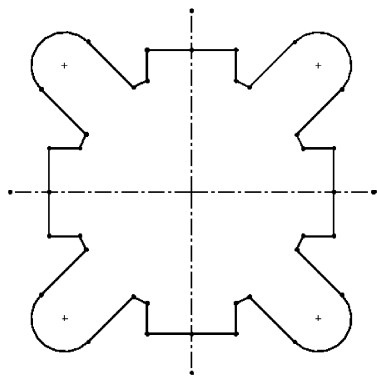

图 2-108 最终生成的气缸体截面草图
9) 保存草图。单击 (退出草图) 按钮, 单击“标准”工具栏中的 (保存) 按钮, 将文件保存为“气缸体截面草图.sldprt”。最终生成的气缸截面草图如图 2-108 所示。